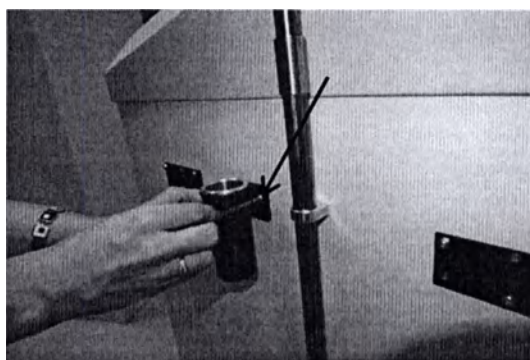

Рис. 3.8 – Подсоединение стакана для манипулятора
3.3.2.1 Подсоедините крепление стакана для манипулятора к прибору с помощью винтов как показано на рис.3.8.